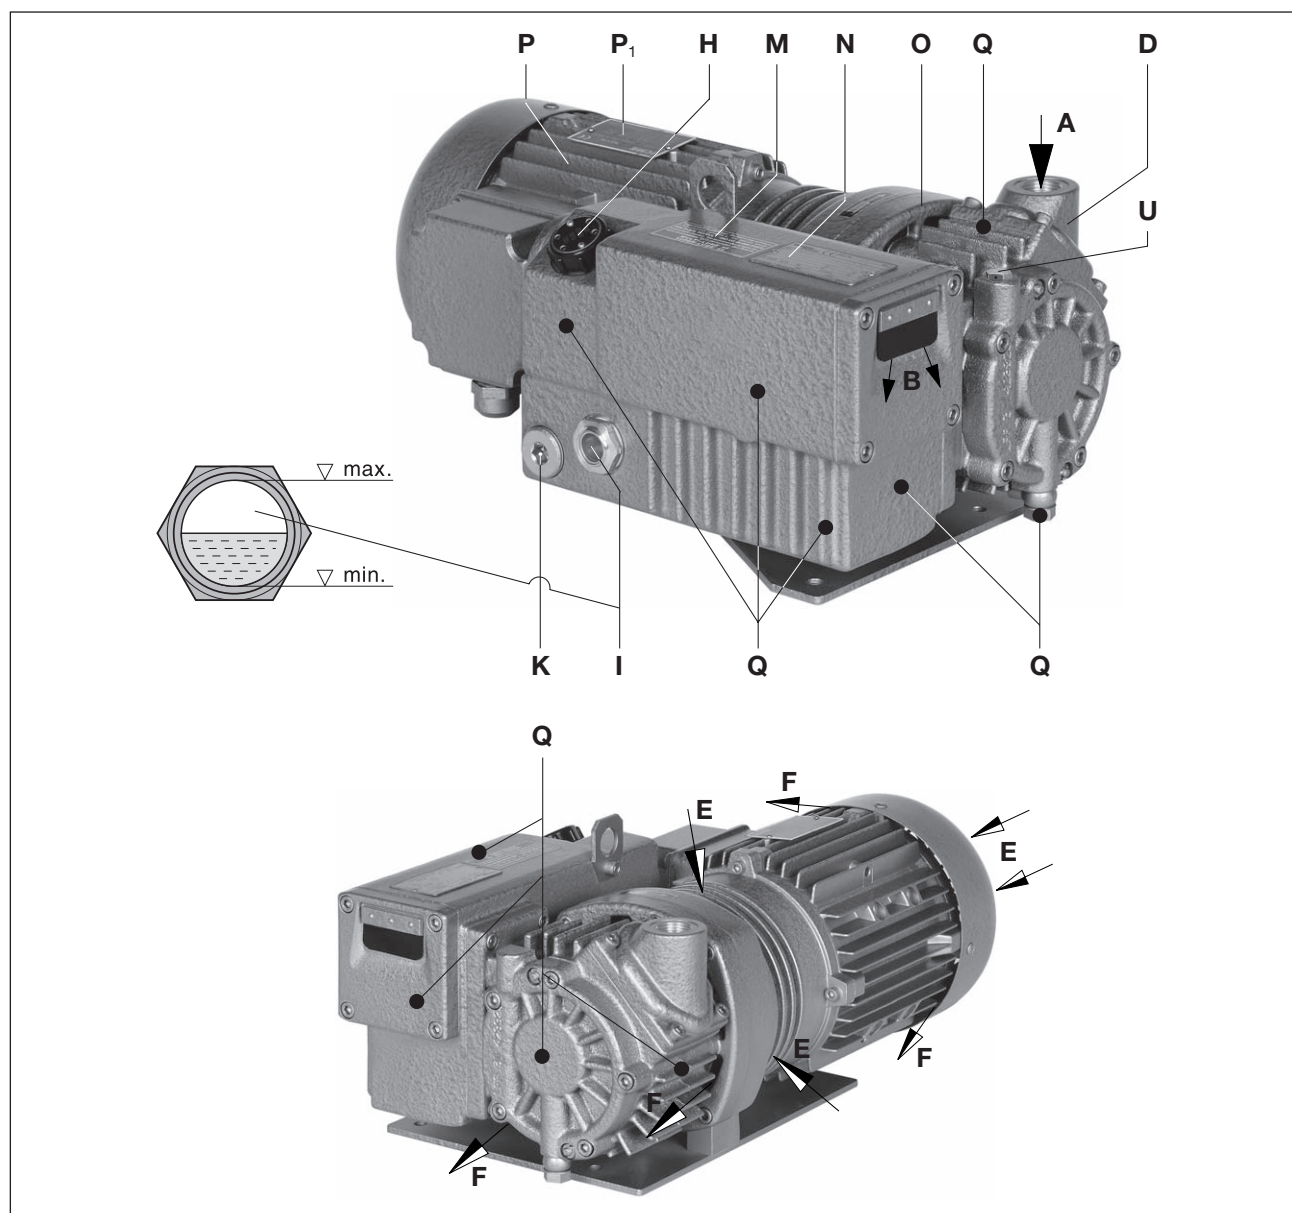

Fig. 2 Vakuumpump V-VCB
Oljepåfyllningspunkt (fig. 2/H), oljesiktglas (fig. 2/I) och oljeavtappning (fig. 2/K) måste vara lätt-tillgängliga.
Kylluftingångarna (fig. 2/E) och kylluftutgångarna (fig. 2/F) måste hålla minst 15 cm avstånd till intilliggande väggar. Kyluft som tränger ut får inte sugas in på nytt.
Frånluftsöppningen (fig. 2/B) får varken stängas eller begränsas.
- a) Vakuumanlutning vid (fig. 2/A).
- b) Den uppsugna luften kan blåsas ut fritt genom frånluftsöppningen (fig. 2/B).
- a) Fyll på smörjoljan (se kapitlet „Underhåll“ avseende lämpliga sorter) från oljepåfyllningspunkten (fig. 2/H) till överkanten på siktblaset (fig. 2/I).
- a) Uppgifter om motorns elektronik finns på märkskylten (Fig. 2/N) eller på motorns märksskylt (Fig. 2/P₁). Motorerna uppfyller kraven i DIN EN 60034 och tillhör skyddsklass IP 55 samt isoleeringsklass F. Lämpligt kopplingsschema finns i motorns anslutningsbox (inte på versionen med kontaktdon). Motoruppgifterna måste jämföras med uppgifterna om det befintliga huvudnätverket (aktuell typ, spänning, nätverksfrekvens, tillåtet strömvärde).
Vid maskinens driftstemperatur kan yttemperaturerna på komponenterna (Fig. 2/Q) överstiga 70°C.
- ▷ Drivaxelns planerade rotationsriktning markeras av rotationsriktningsspilen (fig. 2/O) på motorflänsen.
- b) Efter att ev. ha korrigerat rotationsriktningen ska motorn startas om och sedan stängas av igen efter ca 2 minuter för att fylla på mer olja tills den når överkanten på siktglaset (fig. 2/I). Påfyllningen vid påfyllningspunkten (fig. 2/H) måste upprepas tills alla oljeledningar är helt fyllda. Påfyllningspunkten får inte öppnas när pumpen är igång.